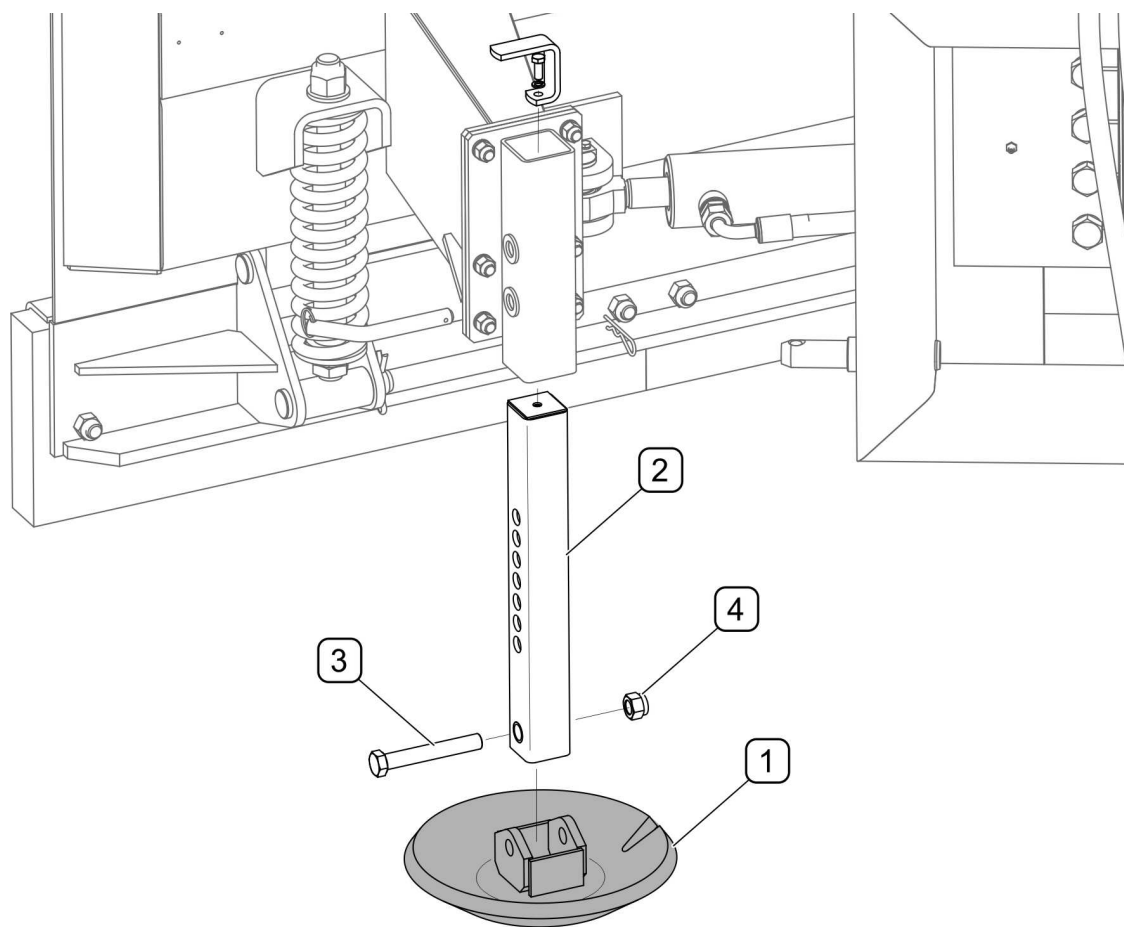

РИСУНОК 5.2 Замена скользящего
(1)-скользящий; (2)- ползун; (3)- болт; (4)- гайка;
Отработанные и поврежденные элементы скользунов нужно заменить новыми (РИСУНОК 5.2). Для этого нужно поднять плуг и поставить на стабильные и прочные упоры. Если плуг навешен и поднят на передней трехточечной системе навески, то необходимо дополнительно предохранить его от оседания, □ выключить двигатель трактора и поставить его на стояночный тормоз. Отвинтить гайку (4), вынуть болт (3), скрепляющий скользян (1) с ползуном (2). Проверить скользян и остальные элементы на наличие повреждений или чрезмерного износа. Перечень рабочих элементов скользуна и их номера в каталоге представлены в ТАБЛИЦА 5.3